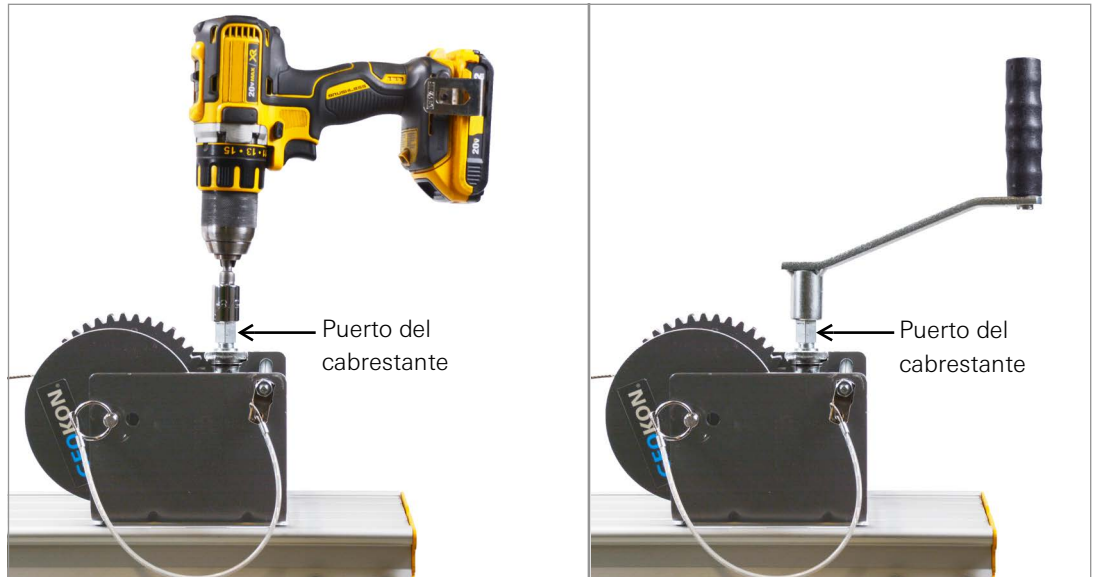

FIGURA 36: Taladro (izquierdo) o mango manual (derecha) instalado en el puerto del cabrestante
5. Instale el zócalo/adaptador (usado con un taladro provisto por el cliente) o el mango manual en el puerto del cabrestante en el puerto del cabrestante del bastidor del polipasto (Figura 36).